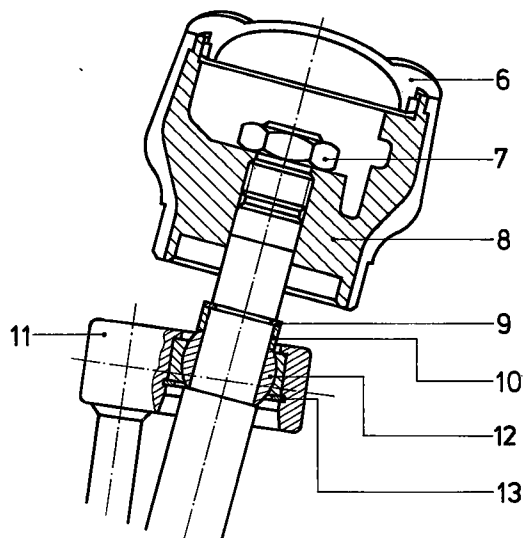

Fig. 4
2. Verwijder de moer 7 (fig. 4).
2. Verwijder de borgring 9 (fig. 4).